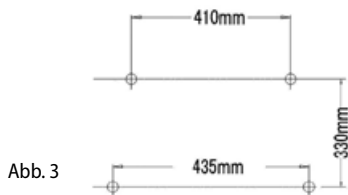

Abb. 3
1. Entsprechend der Abb. 3 markieren Sie auf der Wand im Abstand von 330 mm zwei waagerechte Striche.